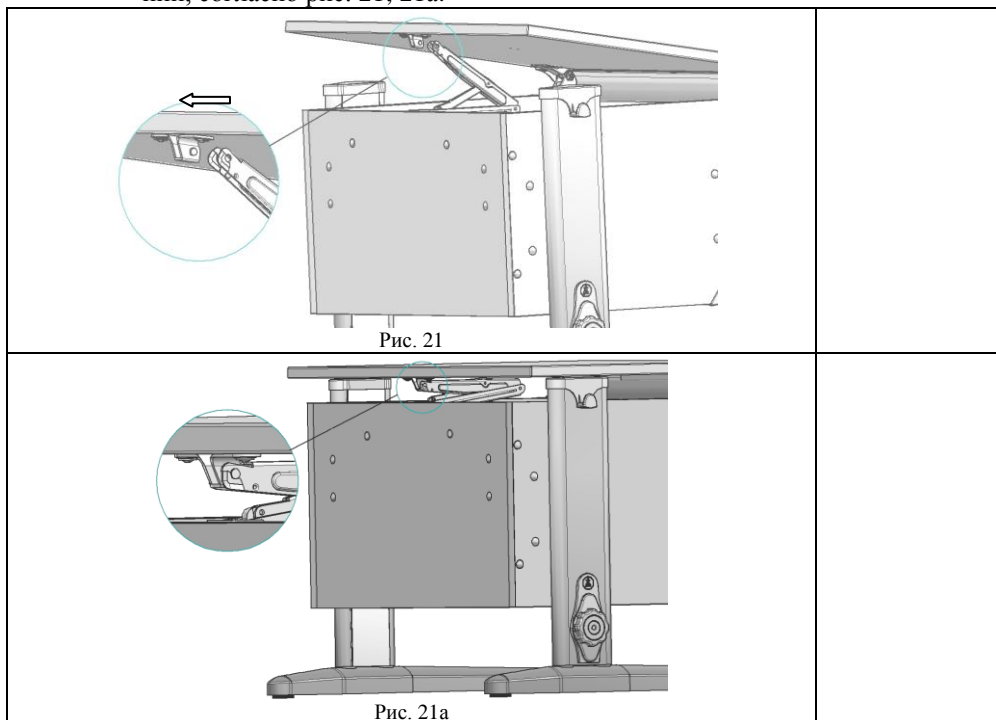

Рис. 21
4.7.1. Фиксатор столешницы Multiflex верхней частью ввести в кронштейн верхний, согласно рис. 21; 21а.
Рис. 21а